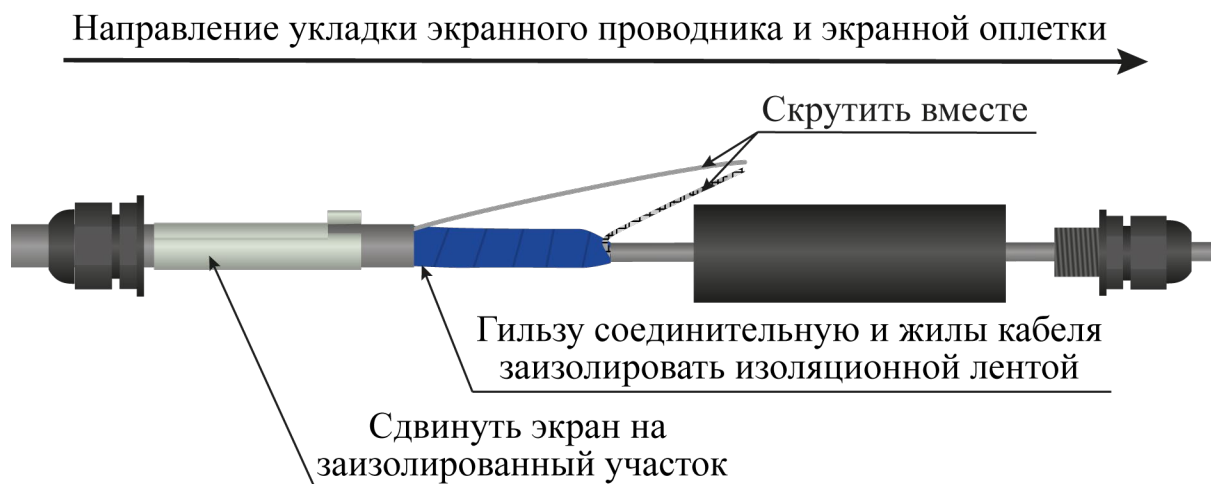

Рисунок 4.24
- гильзу соединительную и жилы кабеля ТППЭп заизолировать изоляционной лентой (рисунок 4.24);
– экранированный проводник кабеля ТППЭп направить вдоль гильзы и скрутить с экраном кабеля РК (рисунок 4.24);
– сдвинуть экран муфты переходной на место соединения кабеля ТППЭп и кабеля РК (рисунок 4.24);